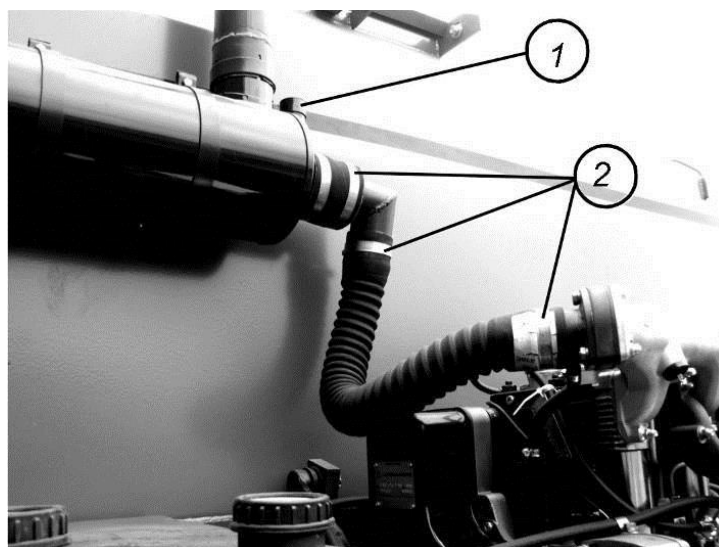

Рис. 6.3.2.
2. Проверить индикатор загрязненности воздушного фильтра 1 (рис. 6.3.2). При значительно загрязненном фильтре на индикаторе видна красная полоса.
3. Проверить надежность соединения патрубков 2 воздуховода от фильтра к двигателю (рис. 6.3.2).